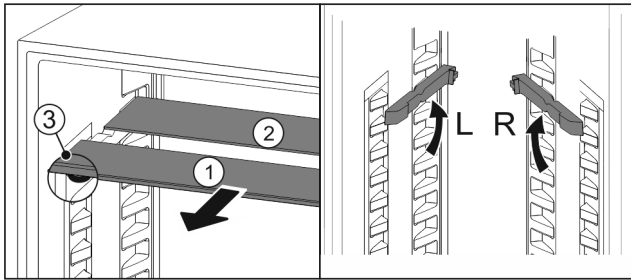

Fig. 78
- Retire las planchas de cristal individualmente hacia delante Fig. 78 (1).
- ▷ La placa de vidrio Fig. 78 (1) con moldura está situada delante.
- ▷ Los topes Fig. 78 (3) miran hacia abajo.